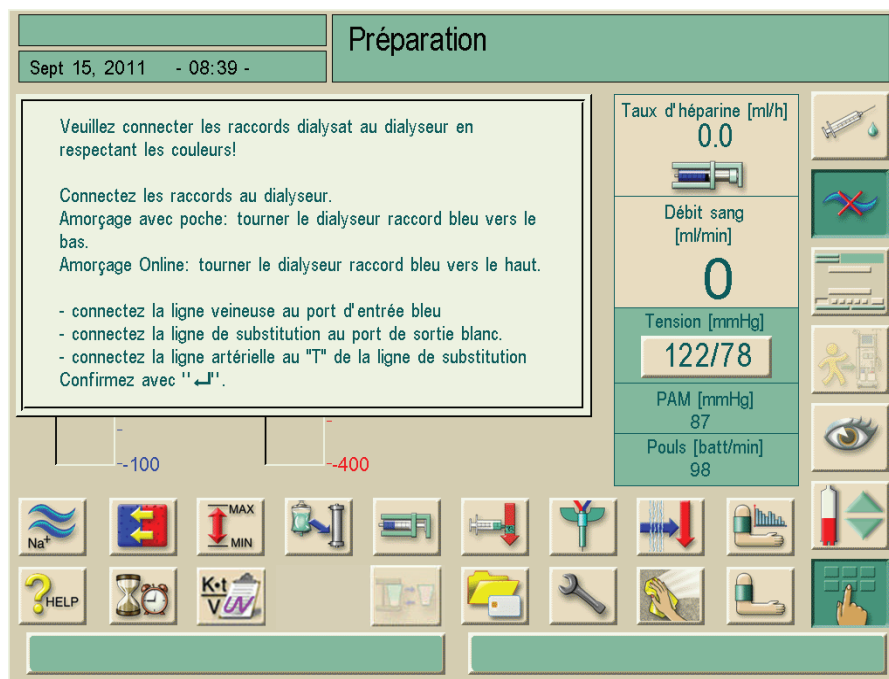

Fig. 9-4 Fenêtre d'information pour la connexion
La fenêtre de confirmation (Fig. 9-4 Fenêtre d'information pour la connexion (158)) apparaît.